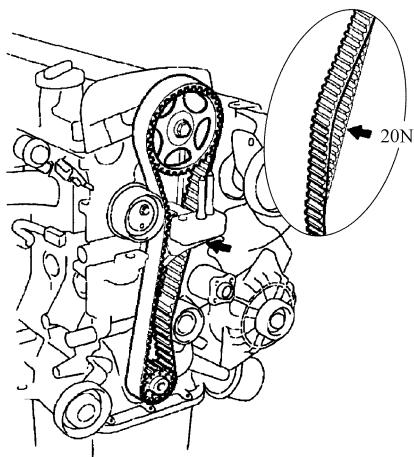
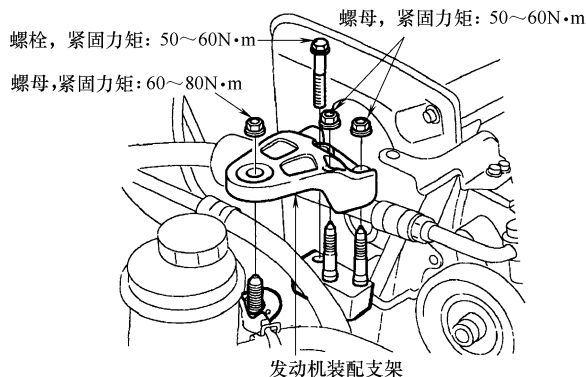

图 31-26 检查正时带张紧力
图 31-27 安装发动机装配支架
③ 将张紧器螺栓紧固至 $43 \sim 55 \text{ N} \cdot \text{m}$ 。
④ 重新检查正时带的张紧力, 在正时带的张紧侧用大约 20 N 的力水平推动正时带, 正时带齿牙应凹陷约 $4 \sim 6 \text{ mm}$ 左右, 如图 31-26 所示。
① 安装撑板。
② 如图 31-27 所示, 安装发动机装配支架, 将装配支架的固定螺栓紧固至 $43 \sim 55 \text{ N} \cdot \text{m}$ 。